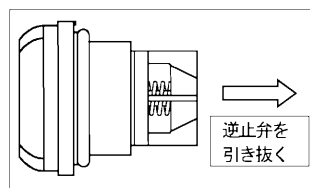

図9
- ① 逆止弁押さえを流水方向に向かって左に回して取り外します。
- ② メータ受け及び逆止弁を取り外します。
- ③ メータ受けから、逆止弁を引き抜きます。(図9参照)